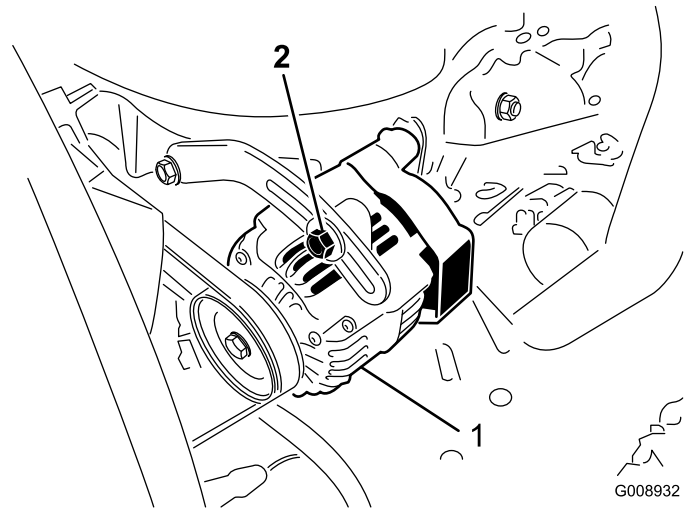

Figure 49
2. Si vous n'obtenez pas une flèche de 10 mm, desserrez les boulons de fixation de l'alternateur (Figure 49).